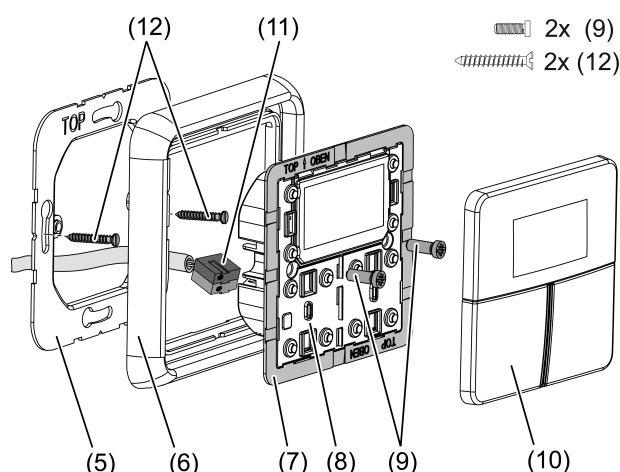

Imagen 2: Montaje módulo de reglaje
- Montar a presión el marco adaptador (7) desde delante en el módulo (8) (Imagen 2). Prestar atención a la marca **TOP** = arriba.